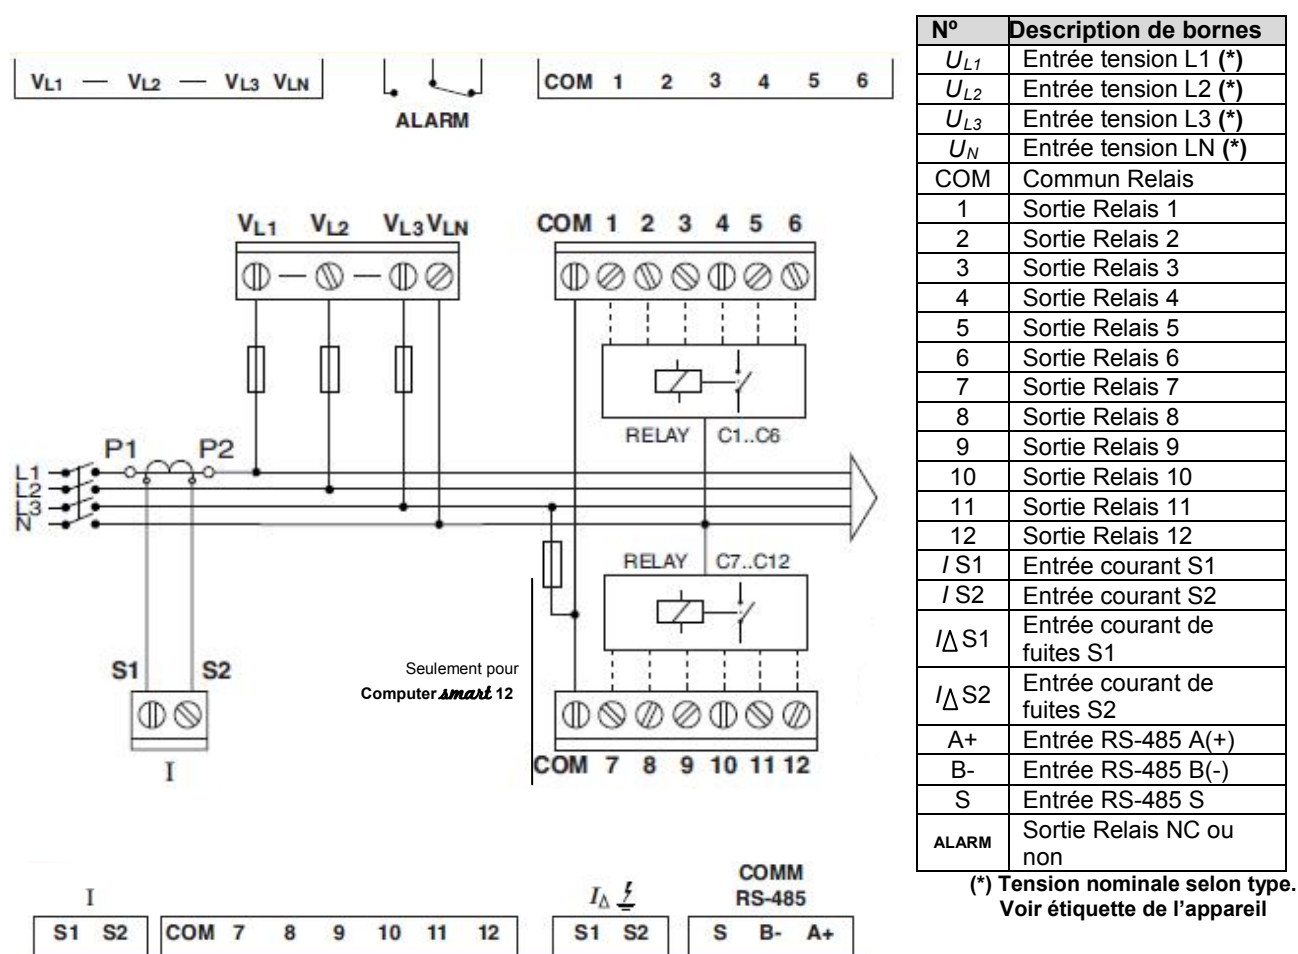

Fig. 2.2.- Schéma de connexions du Computer Smart 6 / 12
Le transformateur de courant (TC) doit être placé de préférence dans la phase L1, alors que les prises de tension doivent être connectées aux phases L1, L2 et L3 (voir schéma sur la fig. 2.2). Il faut respecter les connexions de P1, P2, S1 et S2 qui sont indiquées sur les schémas susmentionnés. Dans le cas de ne pas respecter la forme de connexion indiquée, il faudra régler la phase en suivant la procédure de la section 5.5.